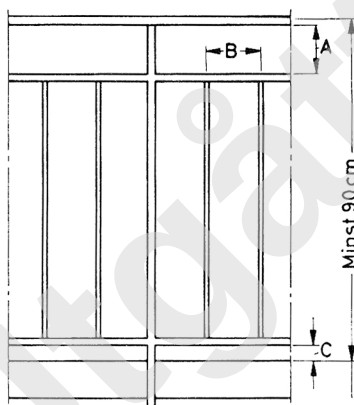

Fig. 02.
- 02 I Kommunal- og arbeidsdepartementets byggeforskrifter er fastsatt visse krav til balkongrekkverk. Byggeforskriftene av 1969, kap. 44 : 21 krever en høyde på rekkverket på minst 90 cm over golv, fig. 02.
Ved utformingen av rekkverk bør det vises omtanke: Rekkverk som innbyr til klatring, må unngås. Åpninger i rekkverk må ikke være større enn 15 cm og avstanden fra balkongkant og ut til rekkverk bør heller ikke være for stor. Fig. 02 illustrerer de mål en må ta hensyn til ved utforming av åpne balkongrekkverk.